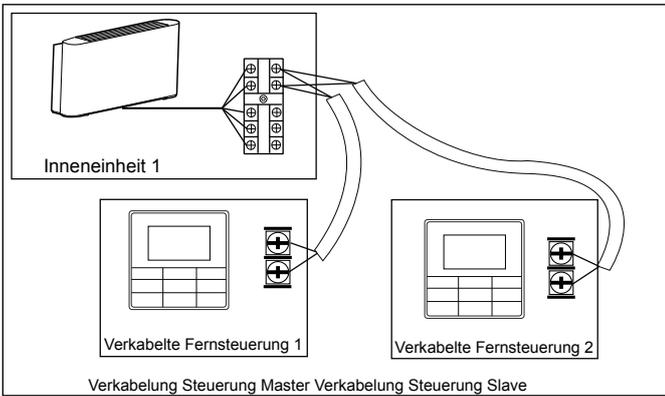

Abb. 6.7
- Verwenden Sie 1 verkabelte Steuerung zum Einheit Inneneinheit oder 2 verkabelte Steuerungen (eine Master- und eine Slave-Steuerung) zum Steuern einer Inneneinheit (siehe Abb. 6.7); (eine Master- und eine Slave-Steuerung) zur Steuerung einer (1) Inneneinheit (siehe Abb. 6.7);